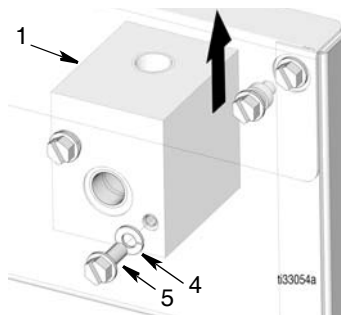

FIG. 22
7. Quite los tornillos (5) y las arandelas (4) del colector (2). Levante el colector (2) y extráigalo de la carcasa del dispensador de aceite (FIG. 22).